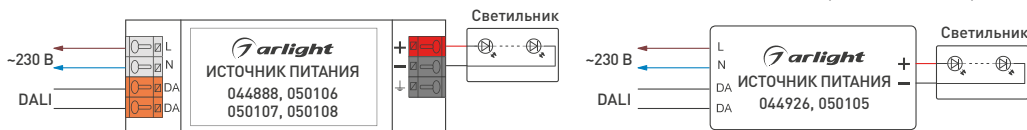

Рис. 2. Подключения источника питания с управлением DALI
- 3.4. Подключите источник тока в соответствии с выбранной схемой управления (рис. 2–5).